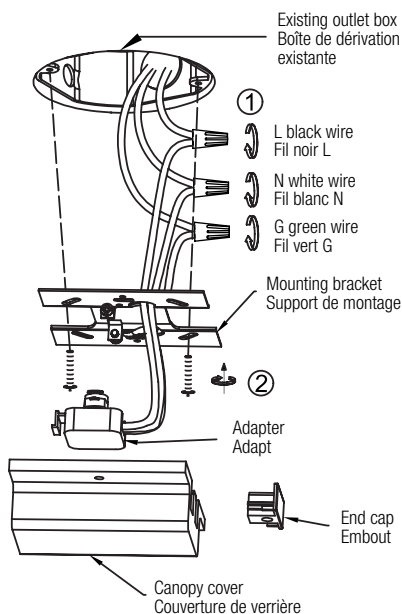

Fig. 3
1. After wires are connected, push the wires into the outlet box and attach the mounting bracket to the outlet box. (Fig. 3)
2. Attach the dead end connector to the track and position the track on the mounting bracket. Attach the track to the ceiling first, then tighten the set screws on both sides of track. Do not overtighten. (Fig. 3)
1. Une fois les fils connectés, enfoncez-les dans le boîtier de prise et fixez le support de montage au boîtier. (Fig. 3)
2. Fixez le connecteur d'extrémité au rail et positionnez le rail sur le support de montage. Fixez d'abord le rail au plafond, puis serrez les vis de fixation des deux côtés du rail. Ne serrez pas trop. (Fig. 3)